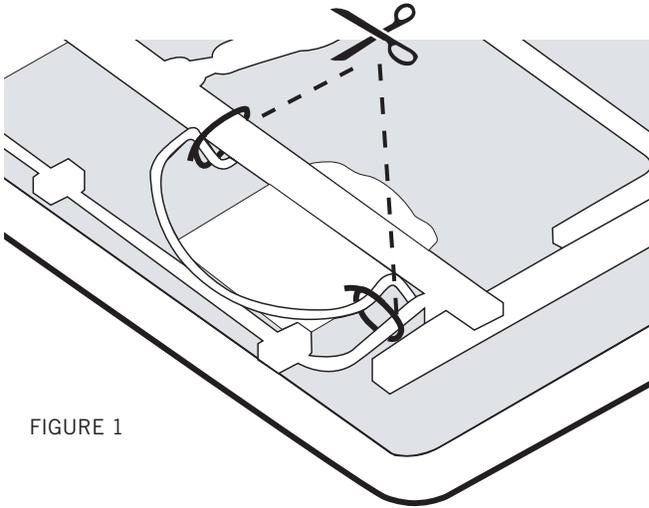

FIGURE 1
Couper les attaches mono-usage de la source d'alimentation électrique. Couper les (2) attaches mono-usage et retirer le dispositif de retenue du matelas (mettre de côté). (FIGURE 1).